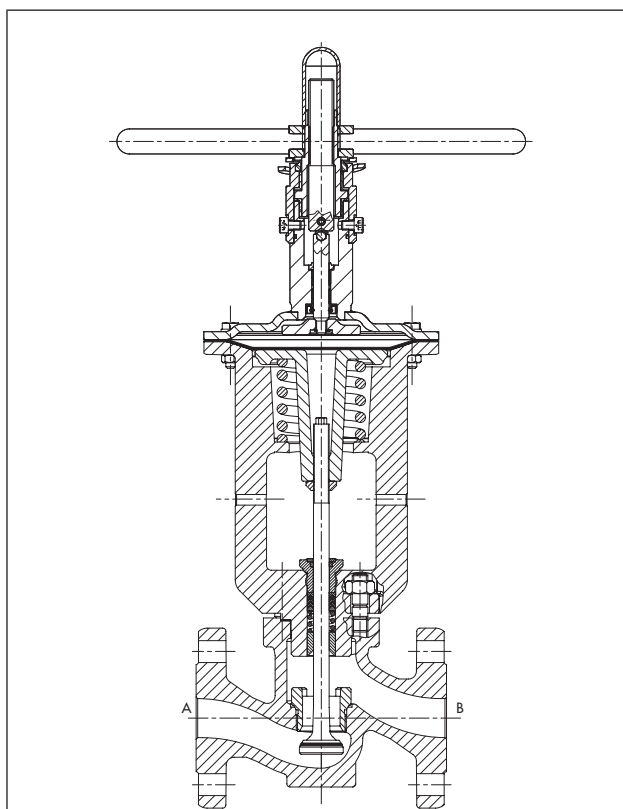

Fig. 3 : Vanne Tout ou Rien pneumatique type 3351 avec commande manuelle - Exécution „Ressort ferme“
2) Pour sens d'écoulement B → A (voir Fig. 3)